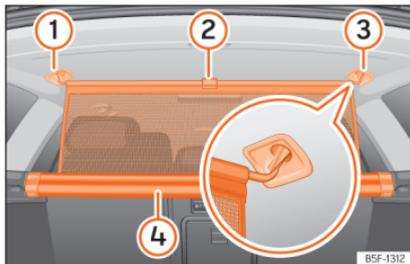

Fig. 141 Na bagageira: fixar a rede de separação.
- Puxe a aba para cima »» Fig. 141 ② para tirar a rede da carcaça ④.
- Prender a rede de separação do lado esquerdo ou direito ③ [imagem ampliada].
- Prender a rede de separação no alojamento do outro lado ① puxando a barra.